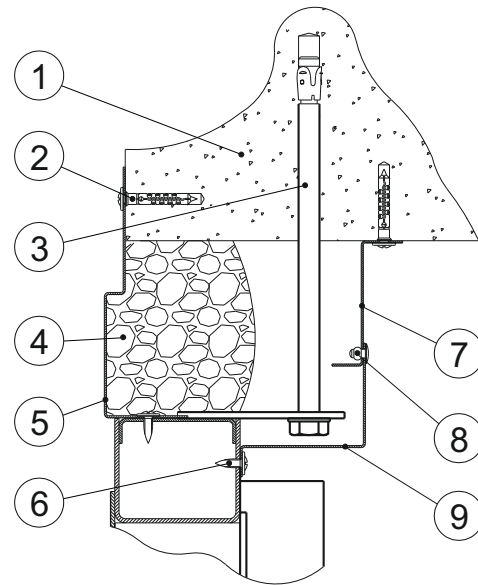

Рисунок 13 - Схема крепления ДСНМЦ в проёме высотой 2100...2200 мм.
2. Закрепить наружные наличники на вертикальных сторонах коробки ДСНМЦ, используя саморезы-сверло (в комплект поставки не входят) - см. рисунок 12. Верхний наличник подрезать по месту металлорежущим инструментом. Место реза покрыть краской для наружных работ. Закрепить наличник на верхней перемычке коробки ДСНМЦ. При зазоре по высоте между ДСНМЦ и проёмом от 50 до 90 мм использовать наружный наличник ННЦ-120 (см. рисунок 13), а при зазоре от 90 до 150 мм - наличник ННЦ-180.
7. Закрепить внутренние наличники аналогично описанному в пункте 2. При зазоре по высоте между ДСНМЦ и проёмом от 50 до 90 мм необходимо на верхней перемычке рамы ДСНМЦ закрепить наличник КНВ-50 или НВ-80 (см. рисунок 13) используя саморезы-сверло. Закрепить наличник внутренний КНВ-20 на верхней части проема используя саморез с дюбелем. Скрепить наличники используя заклепки вытяжные.